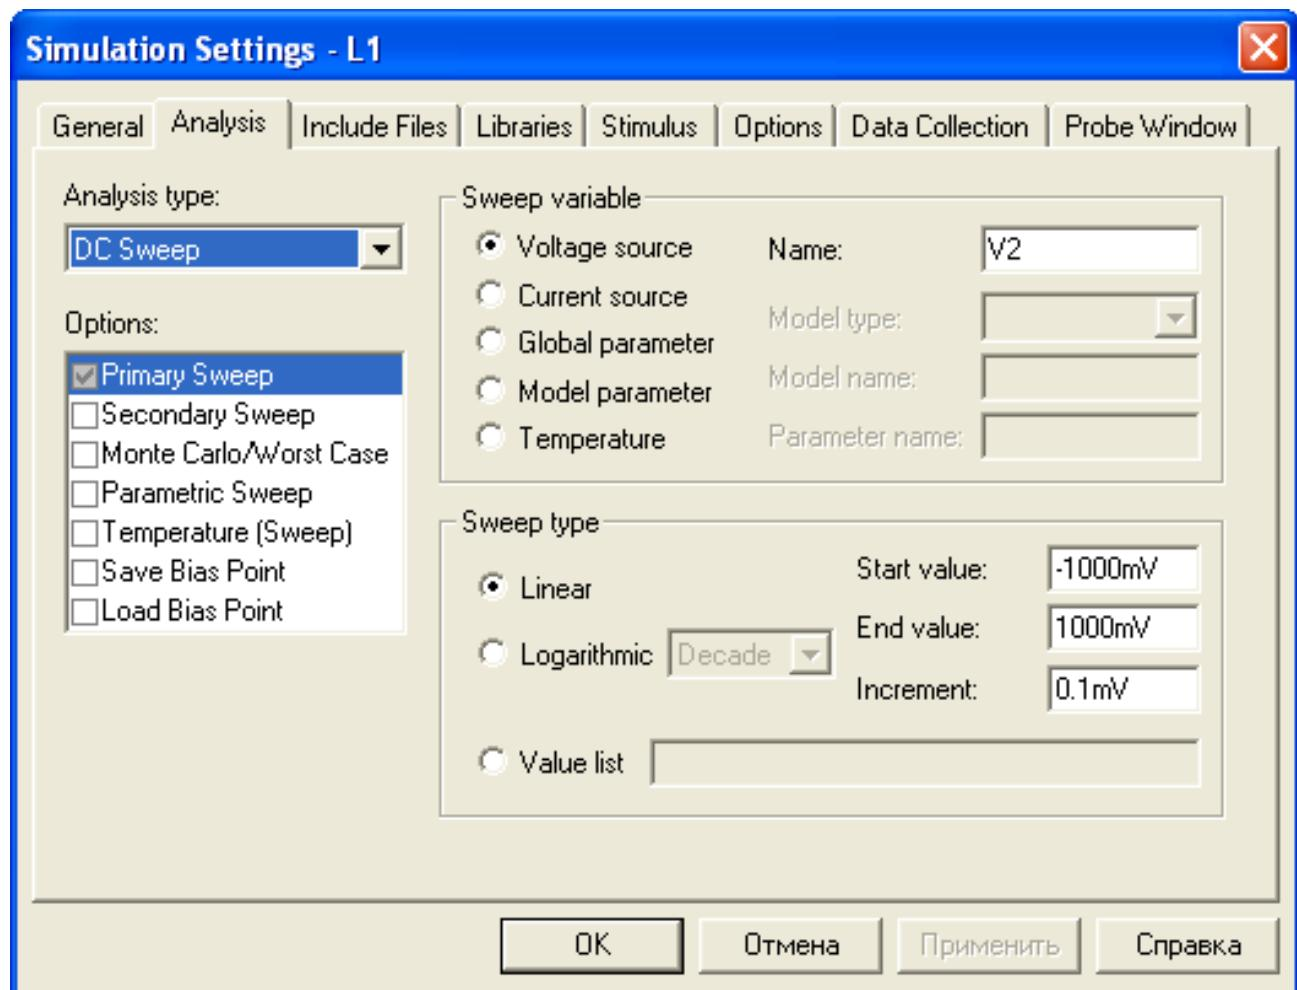

Рисунок 9 – Окно установок режима DC Sweep
Для исследования передаточных, вольтамперных характеристик и других зависимостей используется вид анализа **DC Sweep** (рисунок 9). В нём следует указать имя воздействующего на устройство источника, границы диапазона значений и шаг приращения изменяемой величины.
3. Задать установки симуляции в соответствии с рис. 9.